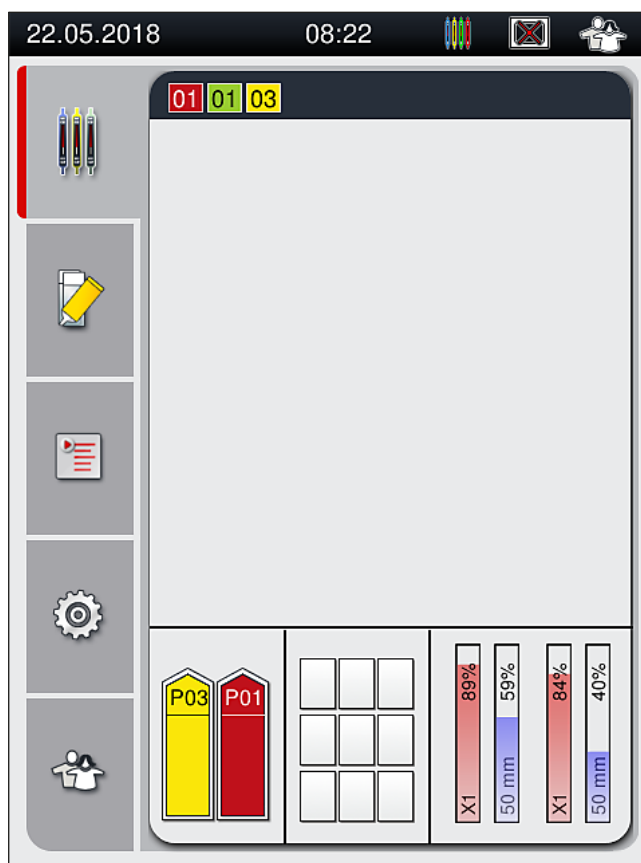

Fig. 73
- El color del asa detectado se muestra en la indicación de estado de proceso (→ Fig. 73).